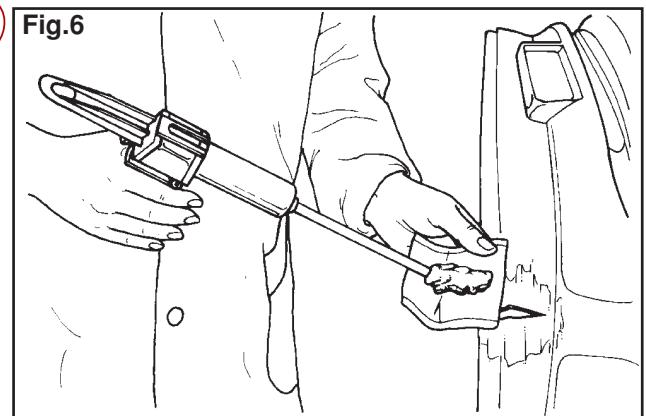

Fig.6
- 8 Appliquer des renforts dans la zone de cassure lorsqu'il est préférable d'augmenter la résistance mécanique de la jonction (voir fig. 6). Nous indiquons aux points suivants, quelques solutions alternatives.